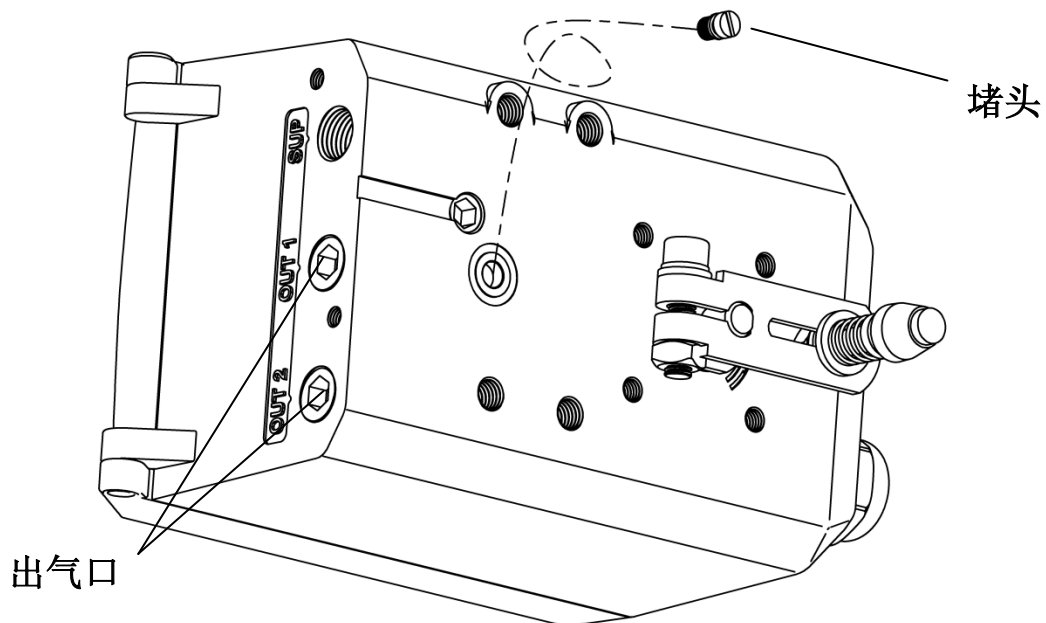

图29. 堵头和出气口示意图
- 用一字螺丝刀拆除壳体背面的无管路连接口的堵头，用 1/4"堵头堵住出气口 OUT1 和 OUT2。如图 29 所示。